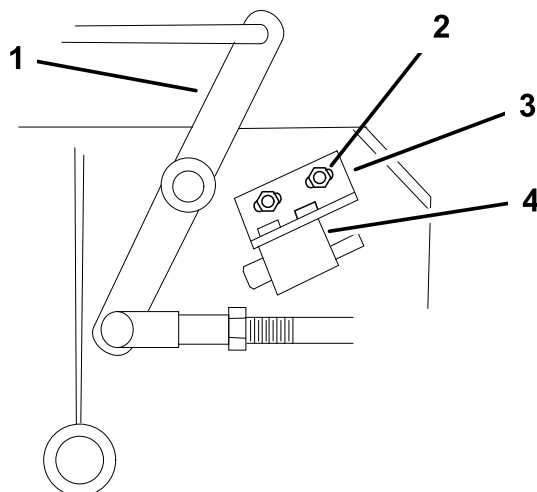

Figure 44
4. Le cas échéant, réglez le contacteur de sécurité des lames en desserrant les boulons de fixation du support du contacteur (Figure 44).
Remarque: Le levier coudé **ne doit pas** toucher le corps du contacteur, car celui-ci pourrait être endommagé (Figure 44). Serrez le support de fixation du contacteur.